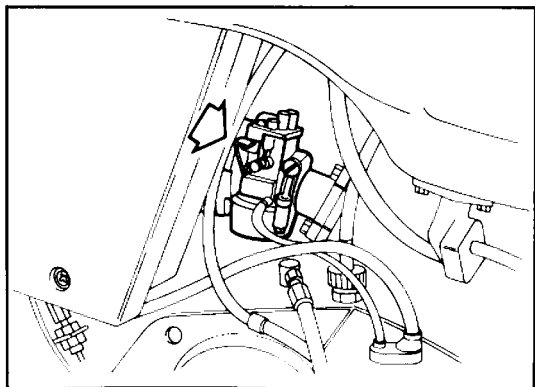

Fig. 7
- Se il motore è freddo, inserire lo starter abbassando la levetta del carburatore (fig. 7).